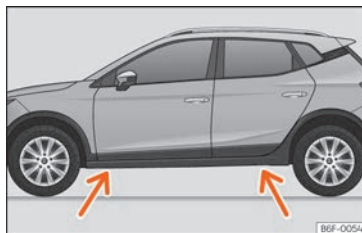

Fig. 37 Puntos de apoyo del gato.
- Busque en el larguero la marca del punto de apoyo del gato (zona hundida) más cercano a la rueda a cambiar » » » fig. 37.